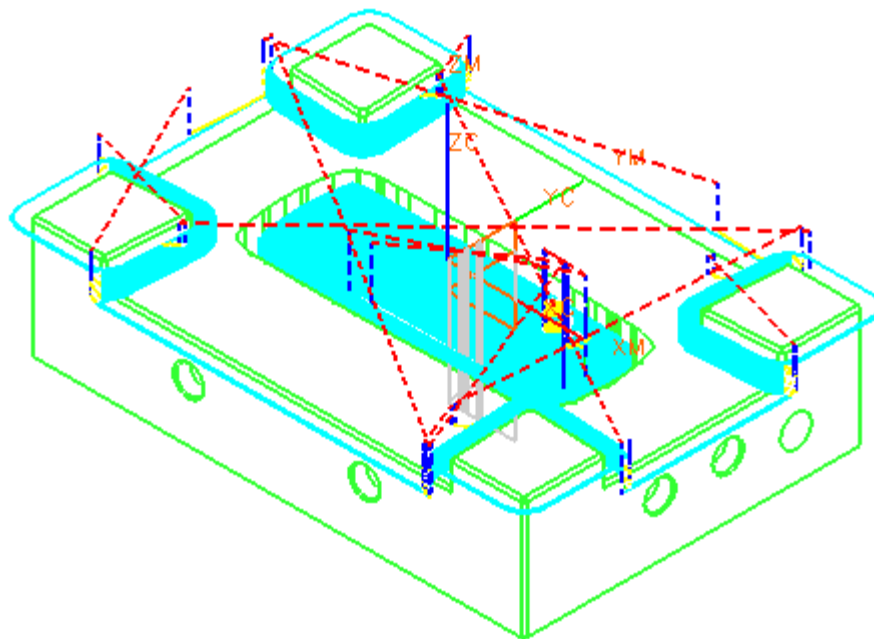

图 9-18
- 单击 , 生成如图 9-18 所示的刀轨, 单击 O K。